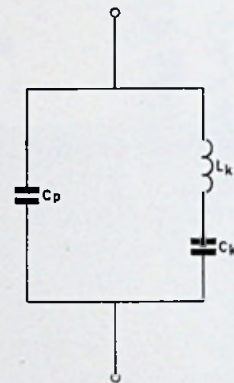

FIG. 4
- In fig. 4 is het vervangschema van een kwartskristal gegeven.